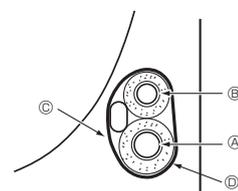

Fig. 4-4
4.4.1. Sistemazione nello spazio riservato alle tubazioni dell'unità (Fig. 4-4)